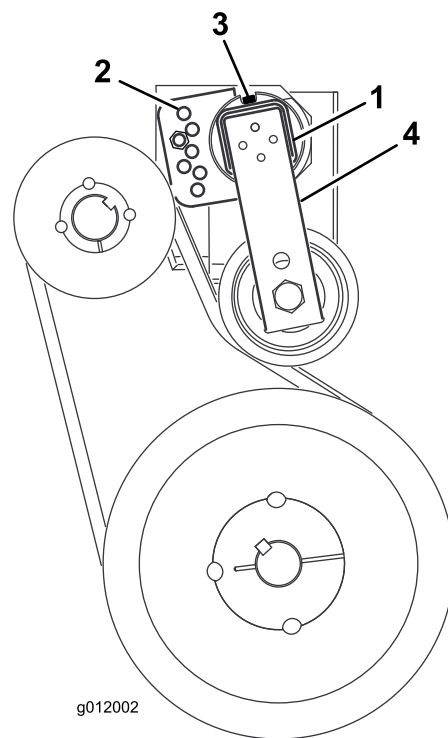

**Bild 14**
1. Nehmen Sie die Kopfschrauben, Scheiben und Muttern ab, mit denen die Riemenschutzvorrichtung am Bläsergehäuse befestigt ist (Bild 14).
2. Nehmen Sie die Riemenschutzvorrichtung ab (Bild 14).